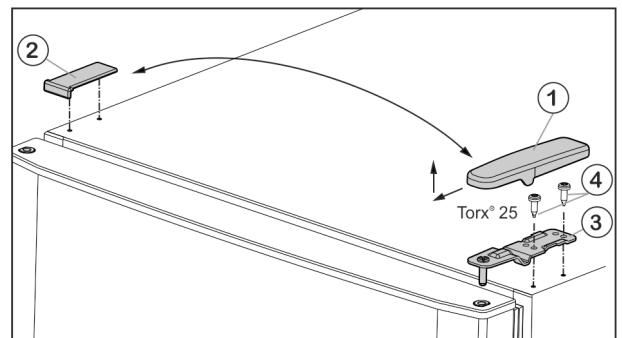

Fig. 5
- ▶ Enlever le cache Fig. 5 (1) vers l'avant et vers le haut.
- ▶ Retirer le cache Fig. 5 (2) .
- ▶ Dévisser le support d'appui supérieur *Fig. 5 (3)* (2 Torx® 25) *Fig. 5 (4)* et retirer vers le haut.
- ▶ Placer le support d'appui supérieur *Fig. 5 (3)* sur le nouveau côté charnière de porte.
- ▶ Revisser le support de palier (**en appliquant un couple de 4 Nm**) (2 Torx® 25) *Fig. 5 (4)*. Utiliser au besoin une visseuse sans fil.
- ▶ Remettre en place l'habillage *Fig. 5 (1)* du côté opposé depuis l'extérieur et l'enclencher.
- ▶ Remettre en place l'habillage *Fig. 5 (2)* du côté opposé depuis le dessus et l'enclencher.